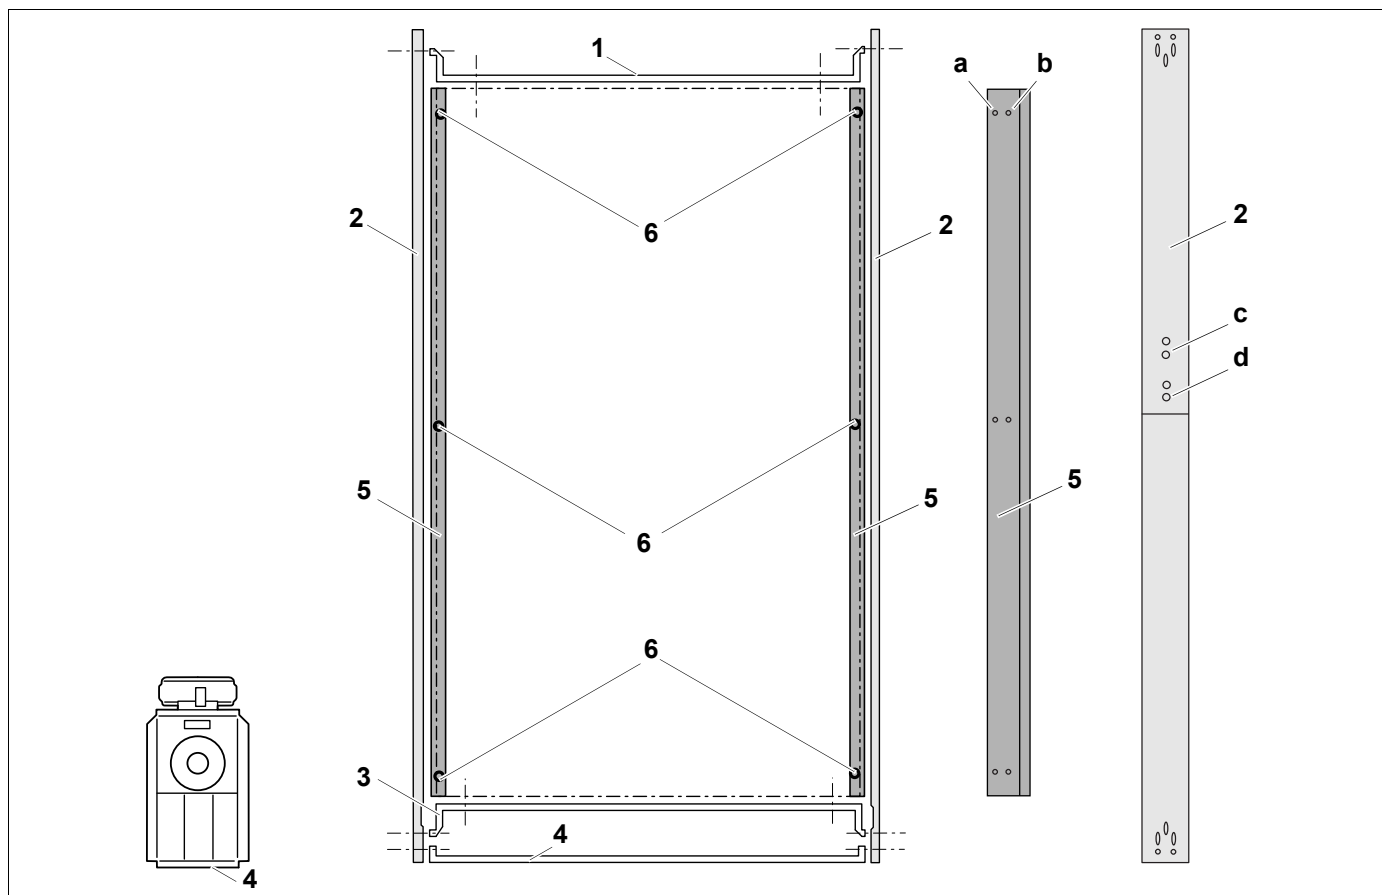

Рис. 13 Нижние траверсы (вид сверху)
- Прикрепите переднюю траверсу (рис. 13, поз. 3) снизу 2 винтами к корпусу котла.
- Прикрепите заднюю траверсу снизу (рис. 13, поз. 1) 2 винтами к корпусу котла.
- Закрепите распорки (рис. 13, поз. 5) 3 винтами и 3 гайками (рис. 13, поз. 6) внизу слева и справа. В котлах 790 кВт и 970 кВт используйте отверстия поз. а. В котлах 1200 кВт используйте отверстия поз. б.
- Боковые синие цокольные планки (рис. 13, поз. 2) состоят из 2 частей и должны быть соединены заранее (рис. 13, поз. с: положение винтов для котлов 790 кВт и поз. d: положение винтов для 970 кВт и 1200 кВт). Обе части цокольной планки установите по центру за накладкой, выровняйте по горизонтали и закрепите 2 винтами.
- Закрепите левую и правую цокольные планки (рис. 13, поз. 2) к траверсе, повернув спереди и сзади по одному винту.
- Закрепите синюю цокольную панель (рис. 13, поз. 4) спереди к правой и левой цокольным панелям (рис. 13, поз. 2) 2 винтами.
Экспликация к рис. 13